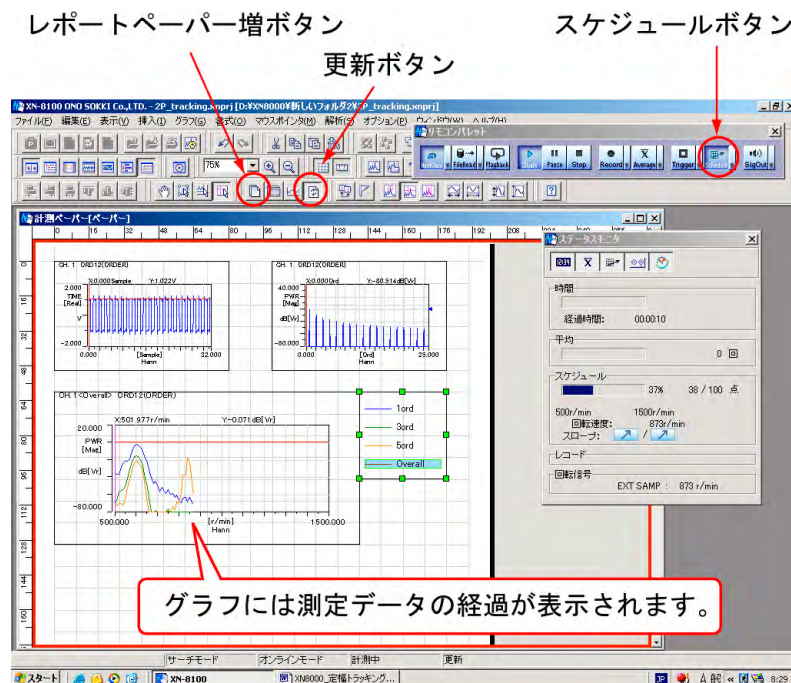

図 21
- ③ リモコンパレットの【Schedule】ボタンが on の状態で、【Start】ボタンを on します。
- ④ 回転速度をゆっくり上昇させます。500 r/min に達したら測定を開始します。測定データがグラフに表示されます。1500 r/min に達すると【Stop】ボタンが自動的に on になります (図 21)。レポートペーパーが計測ペーパーの裏に作成されます。